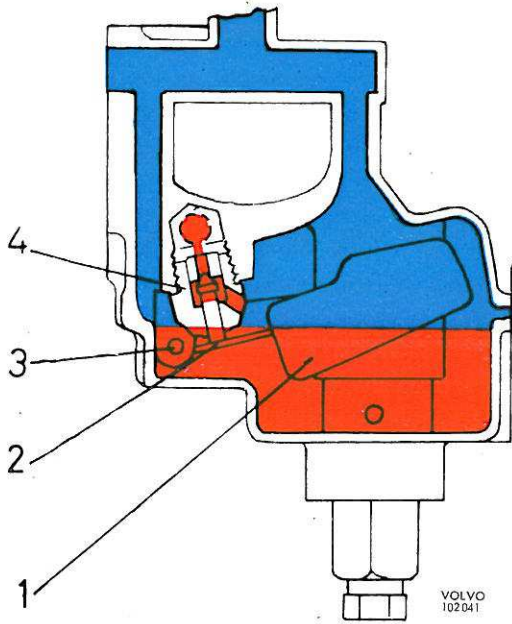

Figure 71. Système de flotteur (Stromberg)
L'essence pénètre dans la cuve du carburateur par le pointeau (4, figure 71). Le flotteur double (1) est monté dans un étranglement désigné "pont" situé au-dessous du corps du carburateur. L'essence qui pénètre dans la cuve du carburateur soulève le flotteur et, lorsqu'elle atteint un niveau déterminé, le pointeau est bouché par la languette (2) du bras du flotteur.